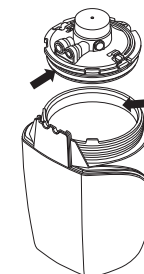

Рис. 46
17. **Слейте** воду из корпуса Системы. Затем, проверьте изоляцию и внутреннюю поверхность корпуса, уберите возможное загрязнение (рис. 46)